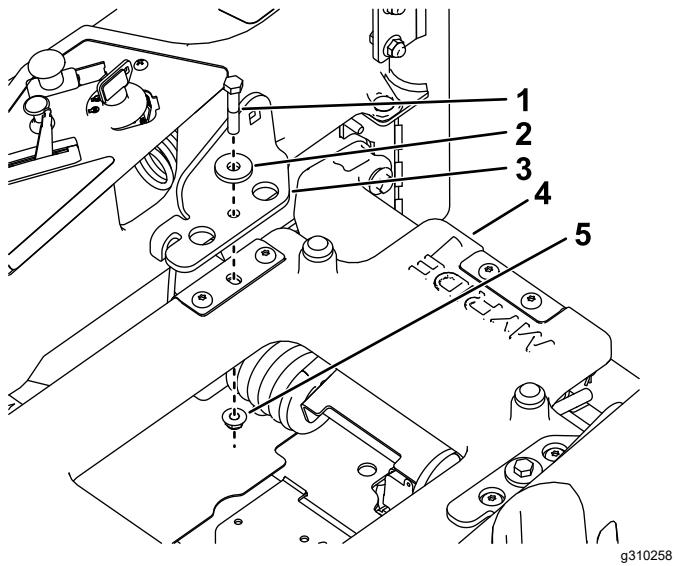

Bild 7
- Befestigen Sie die Sicherheitsgurthalterungen mit zwei Teilgewindeschrauben (3/8" x 2"), zwei kleinen Unterlegscheiben und zwei Sicherungsmuttern (3/8") an der Sitzplattform, wie in Bild 7 dargestellt.